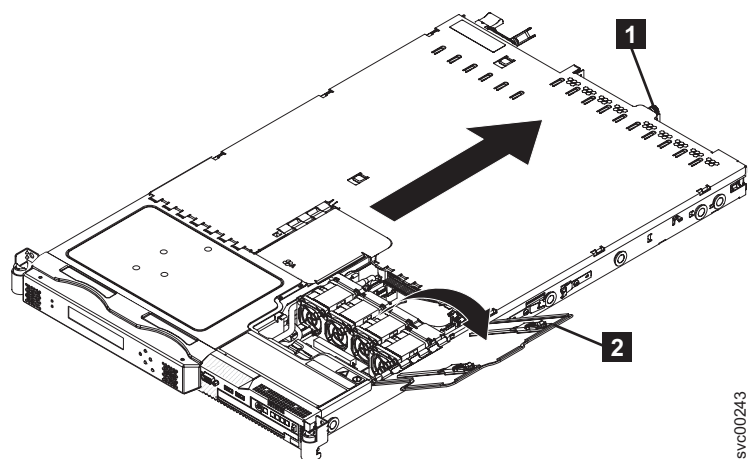

図 92. ファン・ドアを開いた状態の SAN ボリューム・コントローラー 2145-8G4
3. SAN ボリューム・コントローラー 2145-8G4 の背面でカバーを固定しているつまみねじ ( 433 ページの図 92 の **1** ) を緩めます。